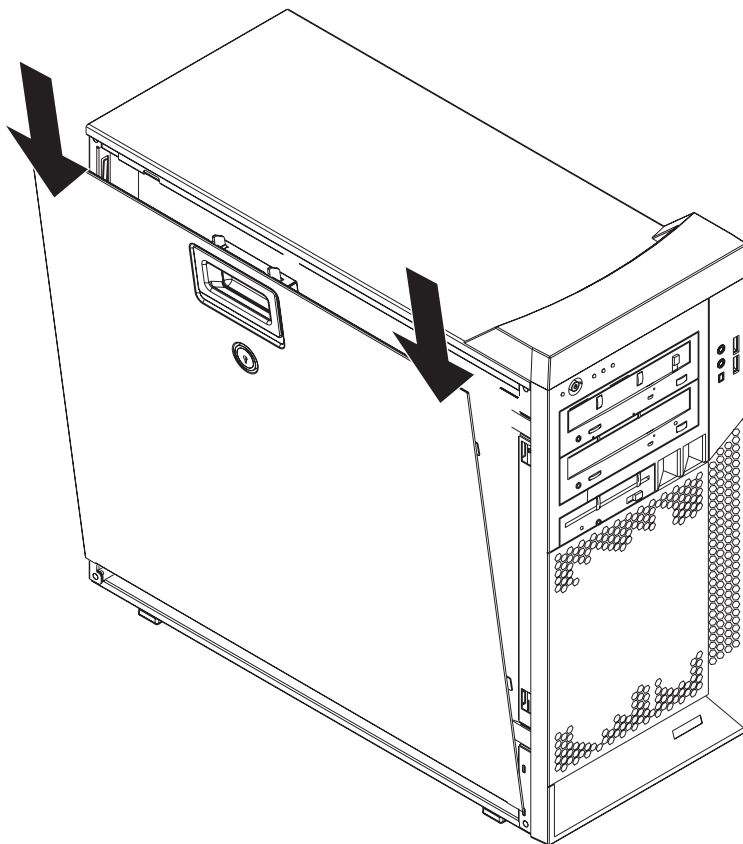

图 11. 安装侧面外盖
3. 将外盖上的卡口插入机架上的插槽中。（请参阅图 11）。